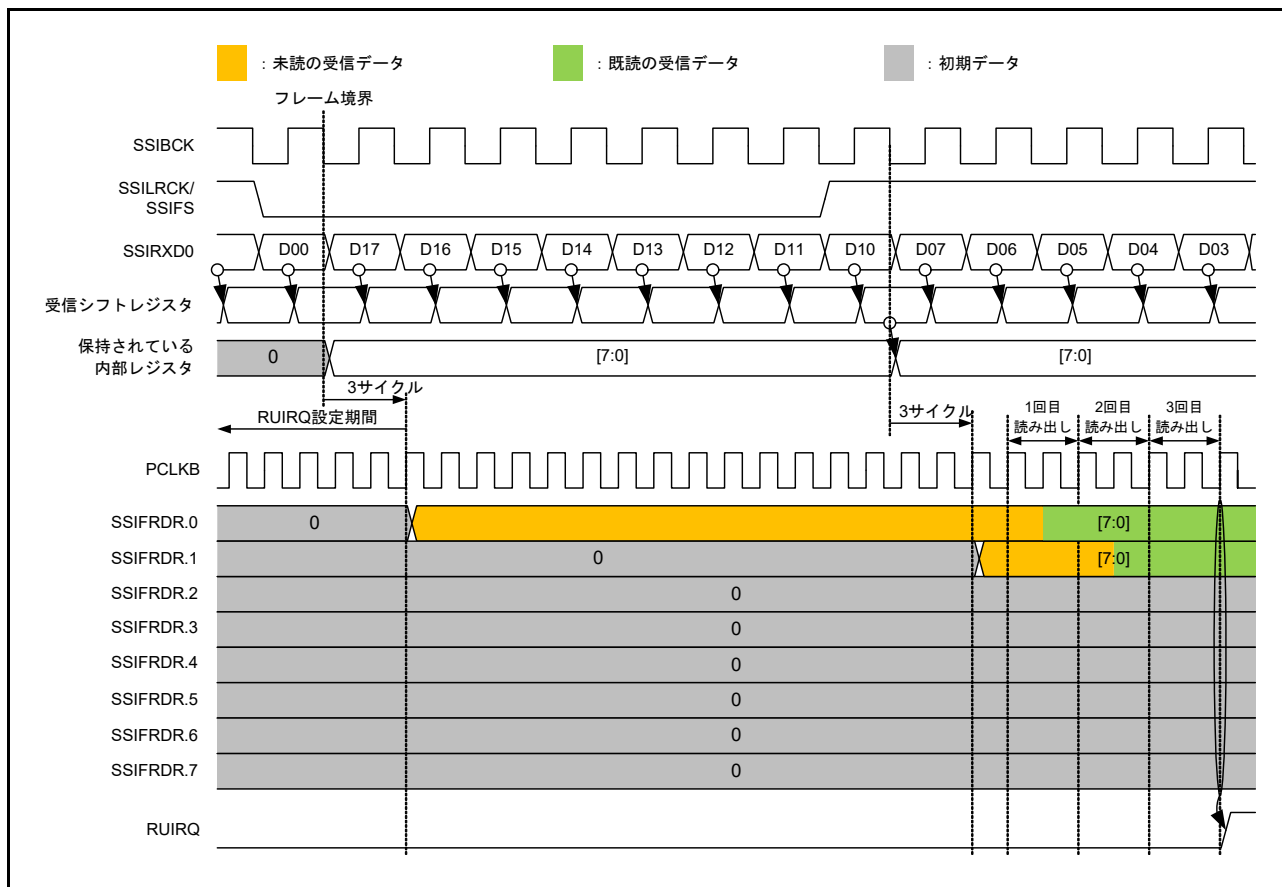

図 35.15 RUIRQ 設定タイミング
- SSIFRDR からの読み出しが完了したとき。図 35.15 を参照してください